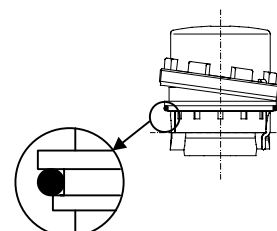

Abb. 6
- 2.5 **Überprüfen, ob der mit dem Meßeinsatz mitgelieferte neue O-Ring richtig auf dem Meßeinsatz sitzt. Falls dies nicht der Fall ist, muß der O-Ring in die vorgesehene Nut am Zählereinsatz eingelegt werden (Abb.6). Der O-Ring darf nicht, wie bei einigen Wettbewerbsfabrikaten in das UPT gelegt werden.**
- 3.6 Gewinding vom Meßeinsatz ziehen. Dazu zunächst auf der den Ausheberhaken gegenüberliegenden Seite anheben (siehe Abb. 6), dann über die Haken ziehen.